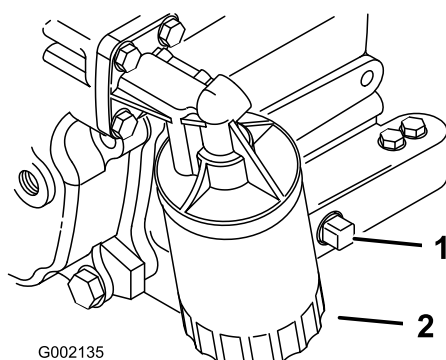

Figure 35
5. Retirez le bouchon de vidange (Figure 35) et laissez couler l'huile dans un bac de vidange. Remettez le bouchon quand toute l'huile s'est écoulée.
2. Déposez le filtre à huile (Figure 35).